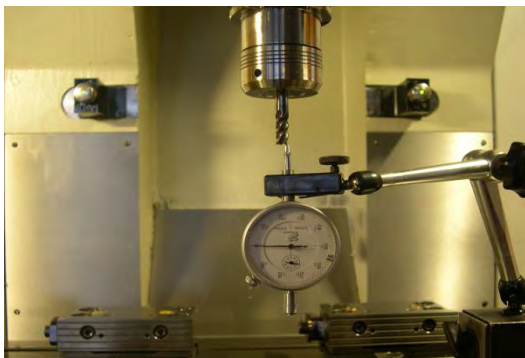

fig. O1
- Faire toucher la partie inférieure de la broche avec le comparateur et le mettre à zéro (fig. O1)